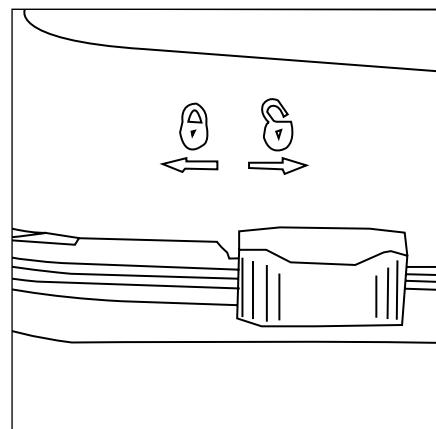

Figure 6
2. Démontez le boîtier de l'humidificateur en déverrouillant (☞) chacune des attaches coulissantes (**Figure 6**) et en retirant le couvercle du boîtier de son socle.
2. Montez le couvercle du boîtier sur son socle en vous assurant tout d'abord que toutes les attaches coulissantes sont déverrouillées (☞) (**Figure 6**).